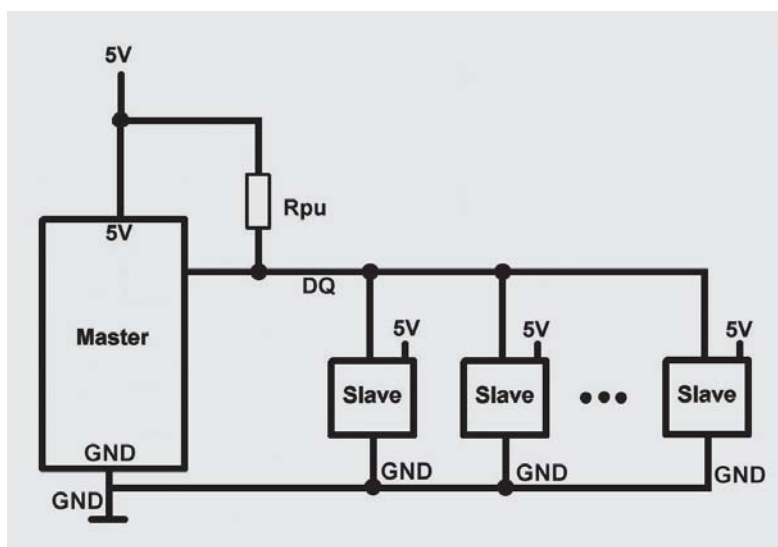
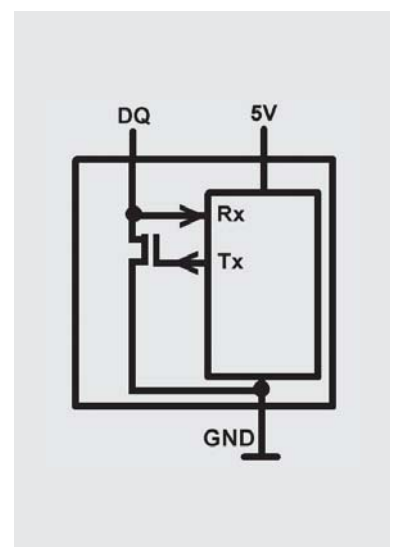
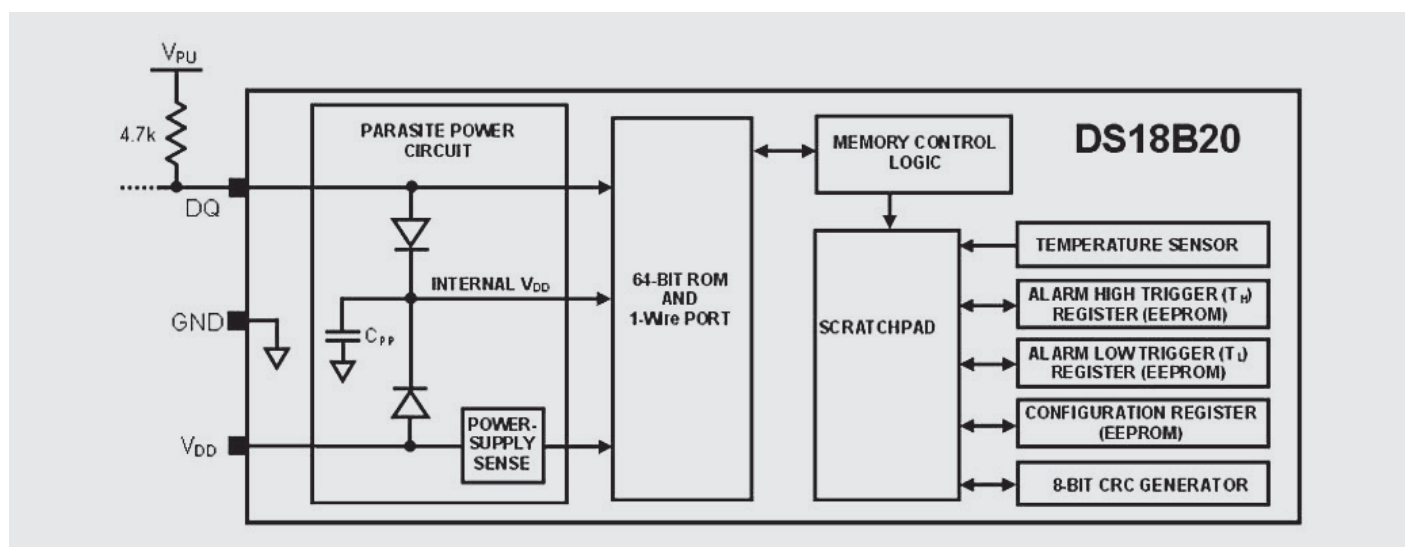

Bild 1: Busaufbau 1-Wire mit externer Spannungsversorgung
Bild 2: 1-Wire-Slave mit Open Drain
Bild 5: Aufbau des Temperatursensors DS18B20
Den Busaufbau mit externer Spannungsversorgung der Busbausteine zeigt Bild 1. Es gibt einen Mikrocontroller als Master, der auch die 1-Wire-Befehle initiiert, und es gibt eine Vielzahl von 1-Wire-Slave-Bausteinen. Der Master und die Slave-Bausteine haben eine gemeinsame GND-Leitung. Der Master und jeder Slave haben jeweils eine Spannungsversorgung und der Master und die Slaves sind durch die Datenleitung (DQ) verbunden. Über die Datenleitung können die Daten in beide Richtungen übertragen werden (bidirektional). Wichtig ist, dass ein 1-Wire-Bus (genau) einen Pull-up-Widerstand (RPU) für die Datenleitung hat. Wie in Bild 2 zu sehen, arbeitet jeder Busteilnehmer mit einem Open-Drain-Ausgang, d. h. jeder Busteilnehmer ist in der Lage, das Potential der Datenleitung nach GND zu ziehen. Damit ein High-Pegel auf der Datenleitung entstehen kann, muss der erwähnte Pull-up-Widerstand vorhanden sein, der das Spannungspotential zur positiven Spannungsversorgung zieht, wenn kein Open-Drain-Ausgang aktiv ist.
Bild 5 zeigt das Blockbild des DS18B20. Außerhalb des eigentlichen Sensors sieht man auch hier wieder den notwendigen Pull-up-Widerstand, der einmal pro 1-Wire-Bus vorhanden sein muss. Dessen Wert sollte in der Größenordnung von 4,7 k Ω liegen. Im linken Block im Bild 5 sieht man die „Parasite Power Circuit“. Diese Einheit erkennt, ob an VDD eine positive Spannung angeschlossen ist (wie in Bild 1). Wenn das nicht der Fall ist, erzeugt die Parasite Power Circuit aus der Datenleitung DQ die positive Spannungsversorgung, die durch einen eingebauten Kondensator gepuffert wird. Da dieser eingebaute Kondensator sehr klein ist, reicht diese Art der Spannungsversorgung allerdings nicht für alle Betriebsmodi des Sensors. Details dazu siehe Datenblatt des Sensors [1].